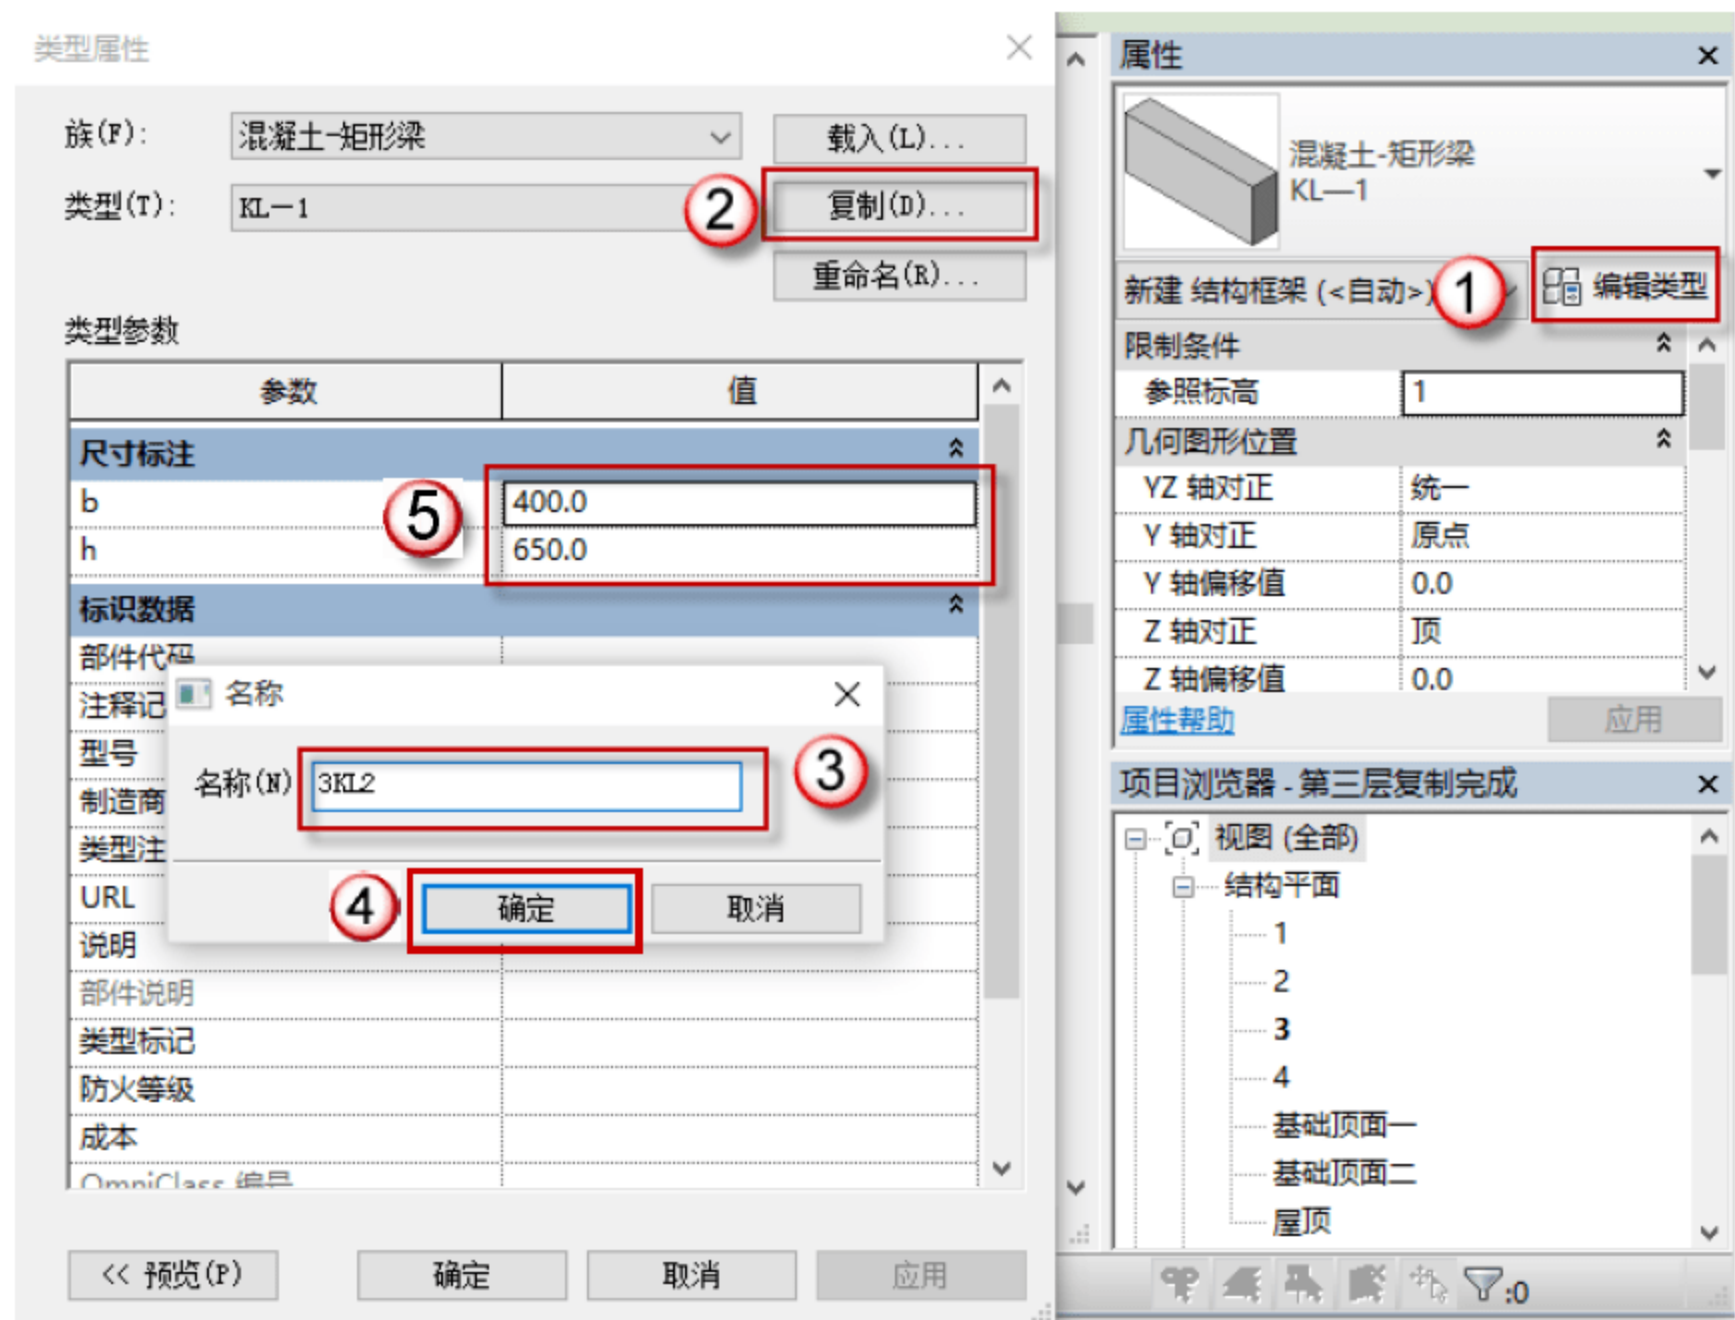

图 4.4.14 修改 KL2
(3) 修改 KL2 的参数以及名称，单击 KL2 对象，单击“编辑类型”按钮，在弹出的对话框中，单击“复制”按钮，在弹出的对话框中命名新的族名称“3KL2”，单击“确定”按钮，在“尺寸标注”栏中修改截面参数，如图 4.4.14 所示。